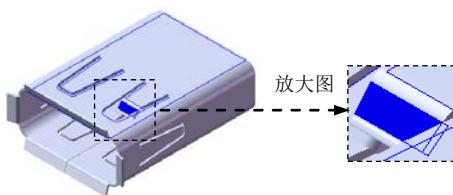
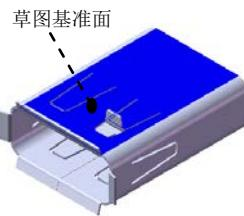
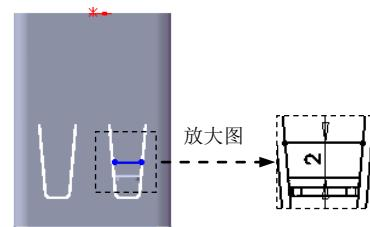

图 10.39 绘制的折弯 2
图 10.40 草图基准面
图 10.41 横断面草图
Step12. 创建图 10.39 所示的钣金特征——绘制的折弯 2。
- (1) 选择命令。选择下拉菜单 **插入(I)** → **钣金(B)** → **绘制的折弯(S)...** 命令(或单击“钣金”工具栏中的 按钮)。
(2) 定义特征的草图基准面。选取图 10.40 所示的模型表面为草图基准面, 绘制图 10.41 所示的横断面草图。